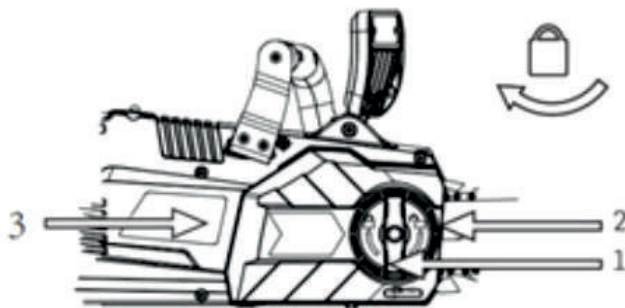

Рис. 4
- Поддерживая вес направляющей, установите крышку ведущей звездочки на прежнее место. Убедитесь, что язычок (рис. 4 - 3) входит в паз, и поверните стопорную гайку, чтобы она свободно прокручивалась (рис. 4 - 1).
- Наверните черное кольцо на стопорную гайку (Рис. 4 - 2), чтобы правильно натянуть цепь. Затем затяните стопорную гайку.